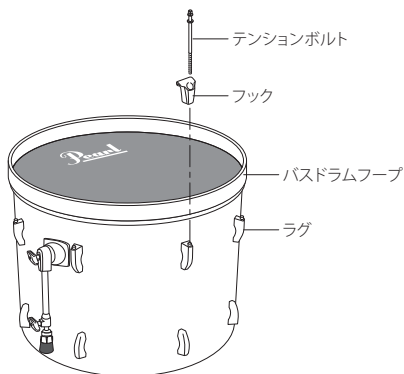

図2
2. テンションボルトをフックに通しラグにねじ込みます（図2）。指先で2~3回締めたあと、付属のチューニングキーを使って締めつけます（この取扱説明書末尾の「基本的なチューニング」をご参照ください）。